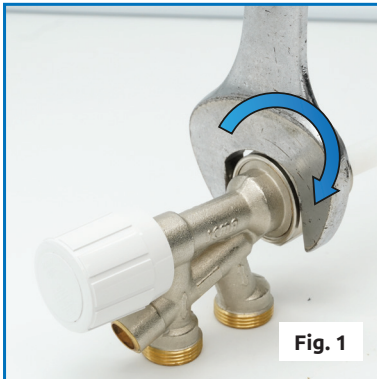

Fig. 1
1. Utilizzando una chiave da 37 mm, rimuovere la calotta come mostrato in fig. 1.
1. Utilizzando una chiave da 46 mm, rimuovere la calotta come mostrato in fig. 1.